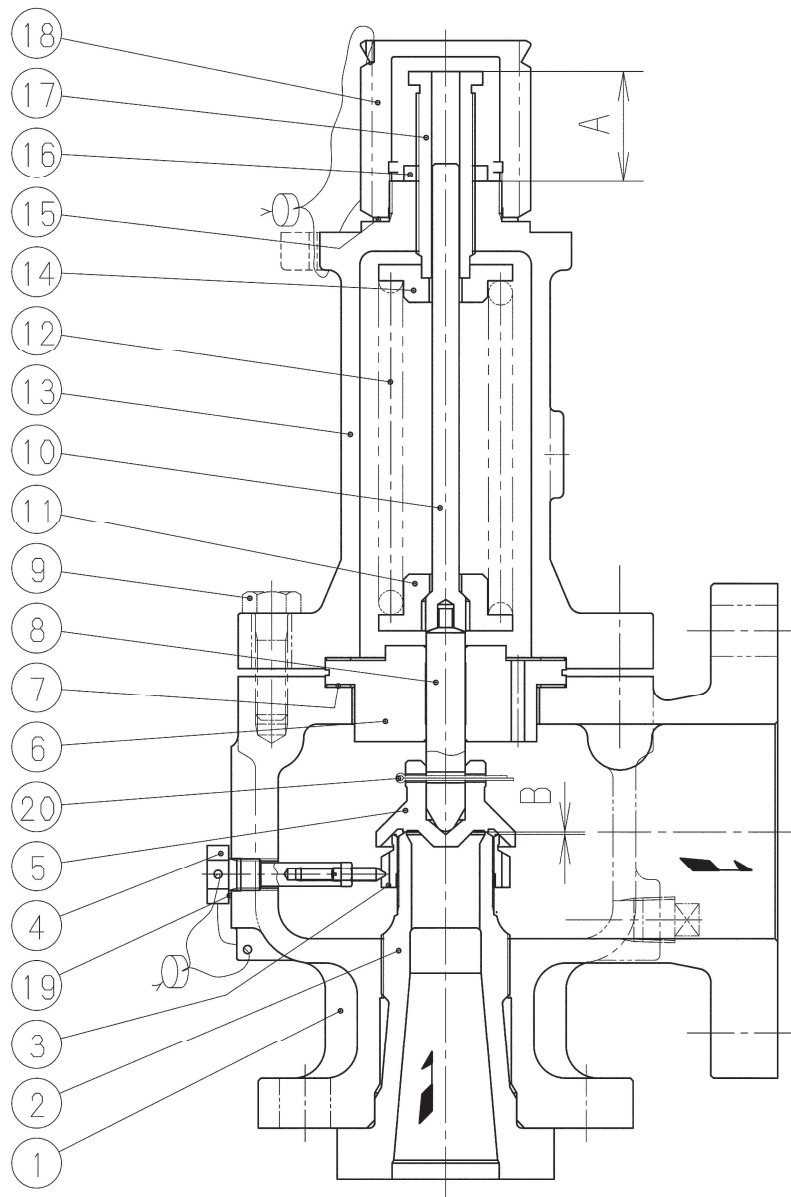

図2 構造図
- 調整後は、いずれの場合も調節ねじ用ナット(16)を忘れずに締め付けてください。(図2参照)
3. 分解(図2参照)